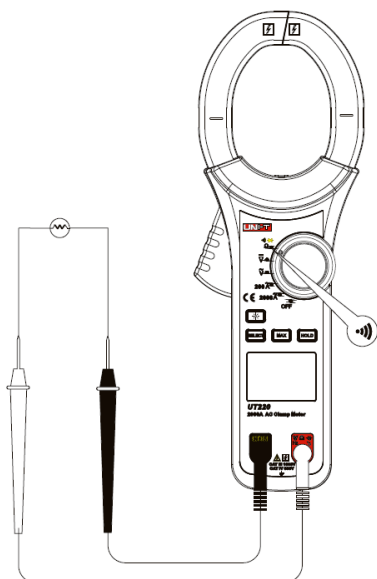

Figura 7
5. DETEÇÃO DE CONTINUIDADE (•••••) (VER FIGURA 7)